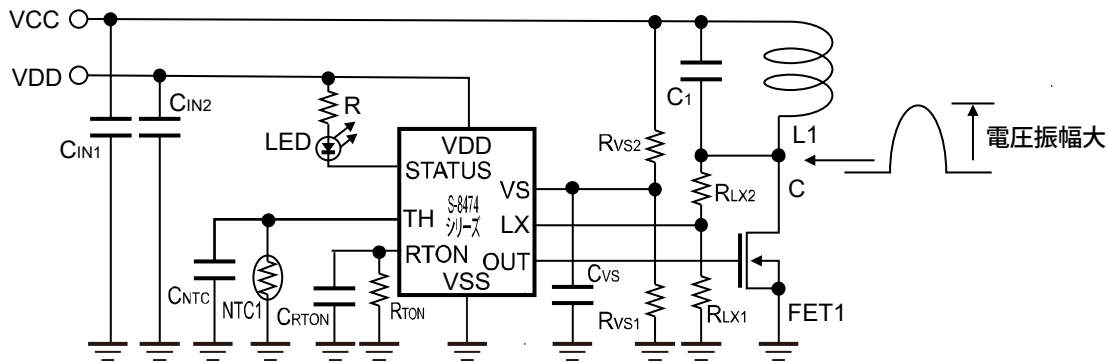

図47
- 図47のVCCには1kHz ~ 110kHz (LC共振周波数) の周波数成分のゆれが発生するような電源を使用しないでください。誤動作を引き起こす可能性があります。
- 図47のVDDには、誤動作防止のため、周波数成分のゆれが発生するような電源を使用しないでください。
- 図47の基板を設計する際、下記の理由でRTON端子、VS端子、TH端子のそばには配線を通さないようにしてください。抵抗 R_{TON} は可能な限りRTON端子に近づけてレイアウトしてください。
(1) コイルL1と共振コンデンサ (C_1) により、C点では大きな電圧変動が生じる。
(2) RTON端子、VS端子、TH端子はインピーダンスが高いため、外来信号の影響を受けやすい。